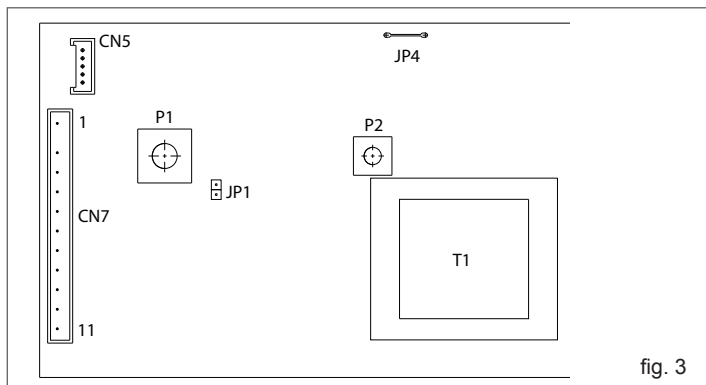

fig. 3
- sur la carte de contrôle (fig. 3):